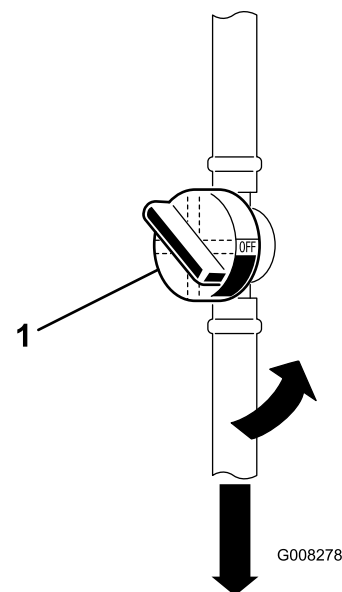

Figura 30
7. Apriete los extremos de las abrazaderas y deslícelas por el tubo alejándolas del filtro de combustible usado (Figura 30).
6. Cierre la válvula de cierre de combustible (Figura 30).